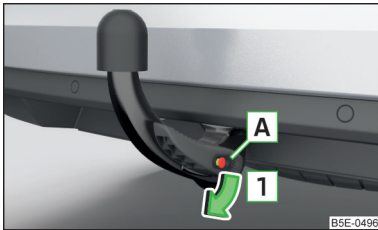

Abb. 182
- Die Kappe **A** vom Schloss in Pfeilrichtung **1** » Abb. 182 abnehmen.